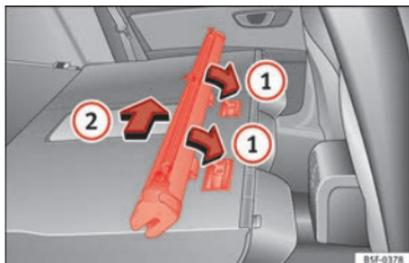

Fig. 126 Montar la red de separación en los respaldos del asiento trasero.
- Coloque la carcasa de la red en los rebajes de los carriles de sujeción en el sentido de las flechas »» fig. 126 ①.
- Empuje la carcasa hacia el lado izquierdo del vehículo en el sentido de la flecha »» fig. 126 ② y hasta el tope.
- Tire de la carcasa de la red aproximadamente 5 cm en el sentido contrario de la flecha »» fig. 126 ②.
- Extraiga la carcasa de los carriles de sujeción tirando en el sentido contrario al de las flechas »» fig. 126 ①.